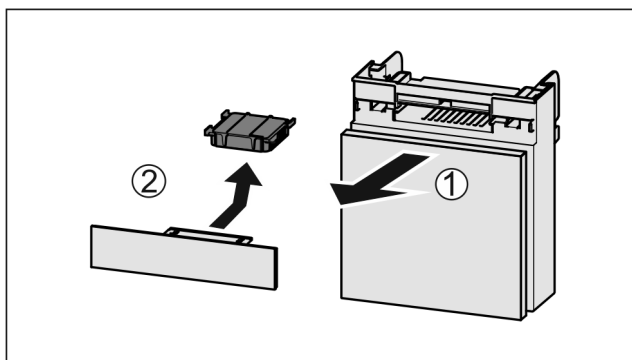

Fig. 144
- ▶ Издърпайте Fig. 144 (1) напред от отделението.
- ▶ Извадете Fig. 144 (2) филтъра с активен въглен.